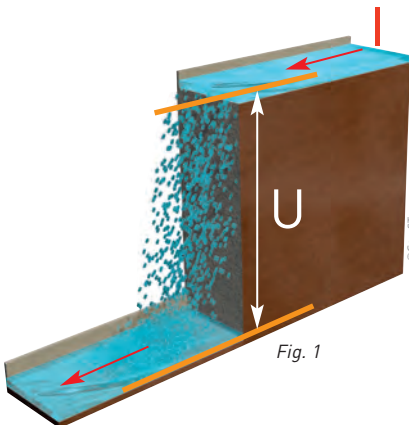

Fig. 1
- **L'intensité  $I$**  représente le débit du courant, souvent comparé au débit d'un liquide, et est exprimée en ampères (A).
- **La tension  $U$**  est la différence de potentiel qui existe entre phase et neutre ou entre phase et terre. Elle peut être comparée à la pression d'un liquide soumis à une hauteur de chute. Elle s'exprime en volts (V) (fig. 1).